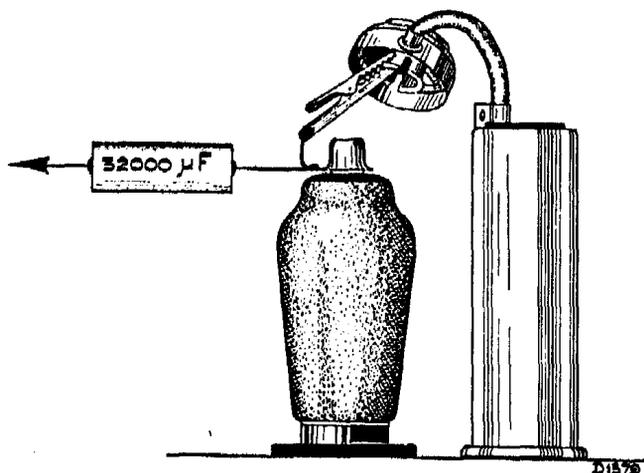

Fig. 2
Appiquer, de la façon suivante, un signal à la grille de commande: Le circuit de grille reste raccordé à la grille et le signal est appliqué à travers un condensateur de  $32000 \mu\mu\text{F}$  (voir fig. 2). Le régulateur du volume sera toujours tourné sur le maximum; si le signal est trop puissant, ramener, en arrière, l'atténuateur de l'émetteur service.
2. Appliquer un signal de 128 Kc à la grille de commande de L1 (fig. 2).